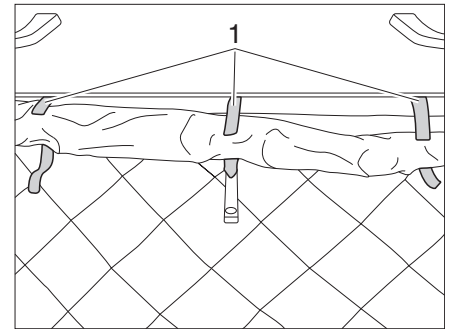

Figura 4 Abrir los cierres de velcro
- Abrir los tres cierres de velcro (Figura 4,1) del fuelle de tela.
- Enrollar con cuidado el fuelle de tela en la zona de bloqueo y fijarlo con tres cierres de velcro (Figura 4,1).